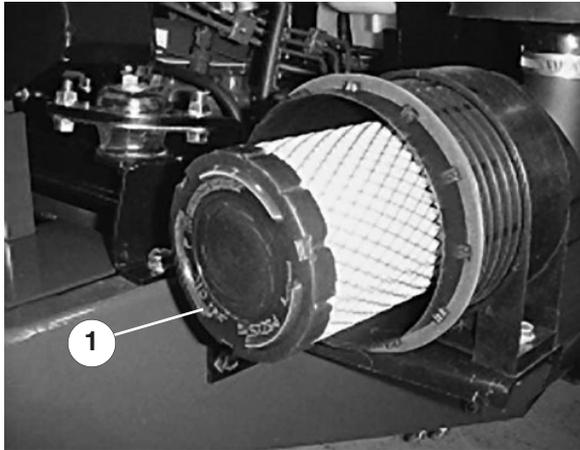

Bild 24
2. Schieben Sie den Hauptfilter (Bild 24) vorsichtig aus dem Luftreinigungskörper heraus, damit möglichst wenig Staub aufgewirbelt wird. Vermeiden Sie ein Anstoßen des Filters am Filterkörper.